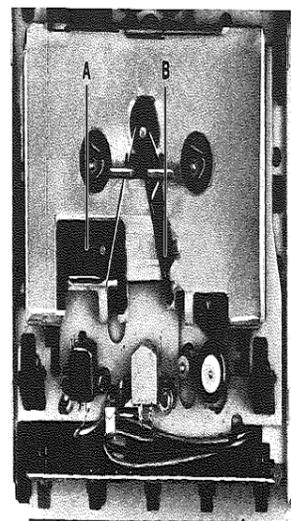

Fig. 16
25. Remplacement de la tête (Fig. 16)
— Déplacer le levier palpeur B du gabarit vers la tête ENR/LEC; le levier palpeur B doit pouvoir se déplacer facilement au milieu de la fourchette guide-bande de la tête ENR/LEC (Fig. 16)
a) Avancée de la tête (Fig. 16)
— Déplacer la glissière A du gabarit vers la tête d'EFF 035; le bord inférieur du levier palpeur doit pouvoir se déplacer librement dans la fourchette du guide-bande (Fig. 16)